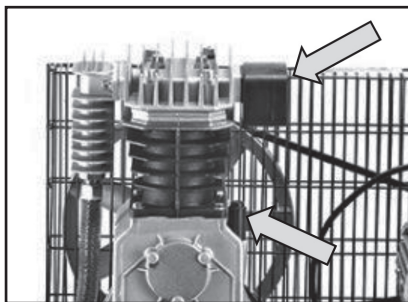

Рис. 3
- Перед запуском компрессора убедитесь, что воздушный фильтр и заглушка сапуна картера установлены и надежно закреплены. Рис. 3.